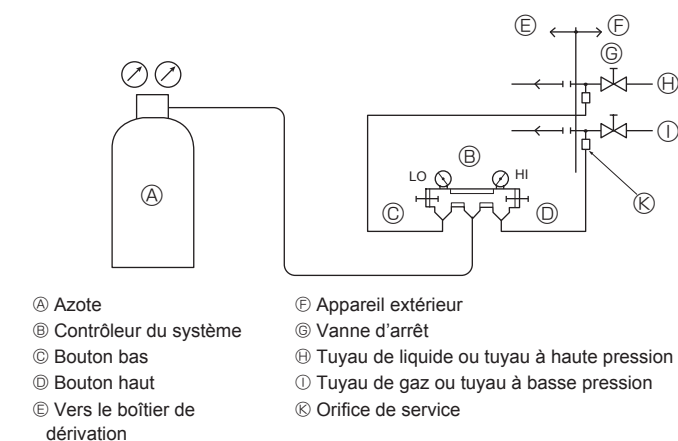

Fig. 4-11
4.7. Test d'étanchéité des tuyaux de réfrigérant (Fig. 4-11)
- Si la pression diminue à l'étape (2) ou (3), il y a une fuite de gaz. Rechercher l'origine de la fuite de gaz.